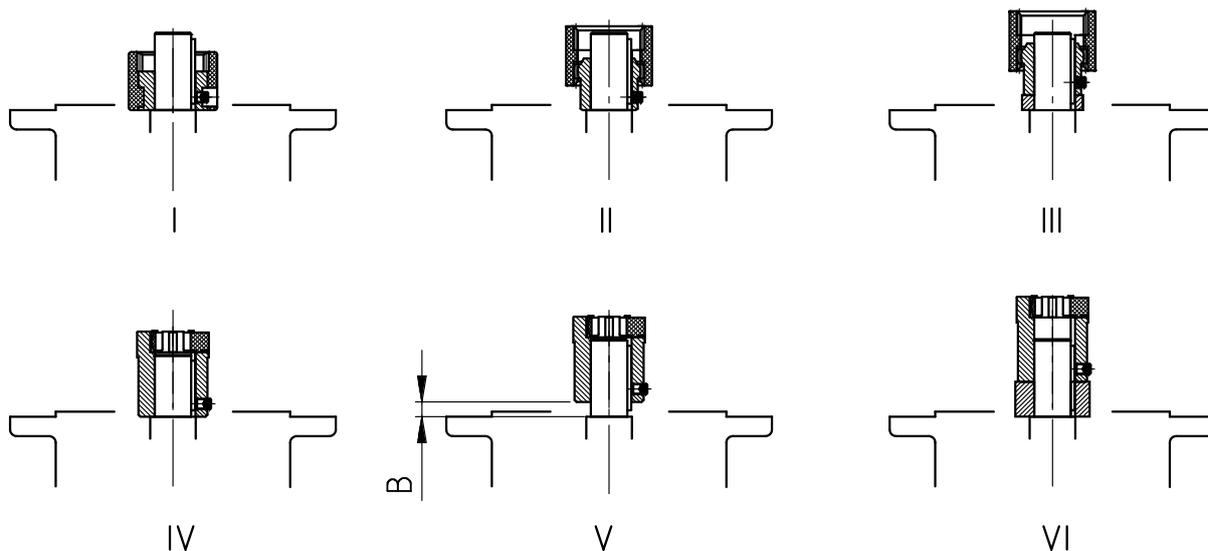

Abbildung 15: Montage der Kupplung auf die Motorwelle bei verschiedenen Kupplungsbauarten
3. Setzen Sie die Kupplungshälfte so auf die Motorwelle, dass die Motorpassfeder in die Nut der Kupplungshälfte eingreift. Ziehen Sie die Kupplungshälfte gemäß den Angaben des Motorherstellers auf. Beachten Sie bei Standard-Stirnradgetrieben das Maß B zwischen Kupplungshälfte und Bund (siehe "Abbildung 15"). Bei einigen **NEMA-Adaptern** stellen Sie die Position der Kupplung gemäß der Angabe auf dem angebrachten Klebeschild ein.
8. Montieren Sie den Motor an den Adapter. Montieren Sie dabei auch den beiliegenden Zahnkranz bzw. die beiliegende Zahnhülse (siehe Abbildung 15: Montage der Kupplung auf die Motorwelle bei verschiedenen Kupplungsbauarten). Bei dem Adapter AN360TC und AN400TC erst den Adapterflansch am Motor befestigen und dann den Motor an den Adapter schrauben.